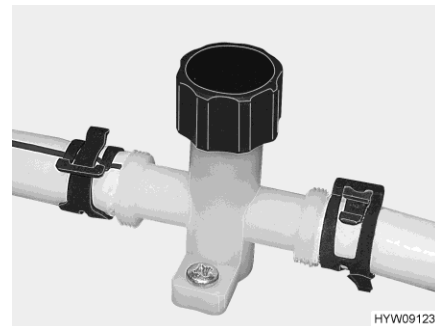
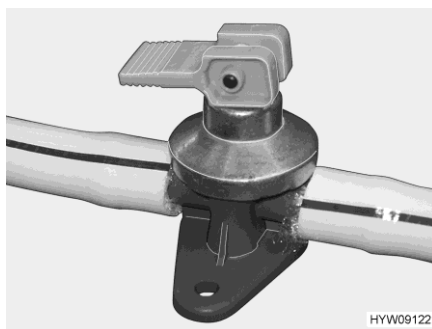

Fig. 187 Rubinetto di scarico (tubatura dell'acqua)
Fig. 188 Rubinetto di scarico (boiler Alde)
- Chiudere i rubinetti di scarico (Fig. 188 e Fig. 187). Chiudere i coperchi in senso orario oppure posizionare la leva a bilanciere in posizione orizzontale. L'ubicazione delle valvole di sicurezza/di scarico e dei rubinetti di scarico è riportata al paragrafo 10.6, alla fine di questo capitolo.